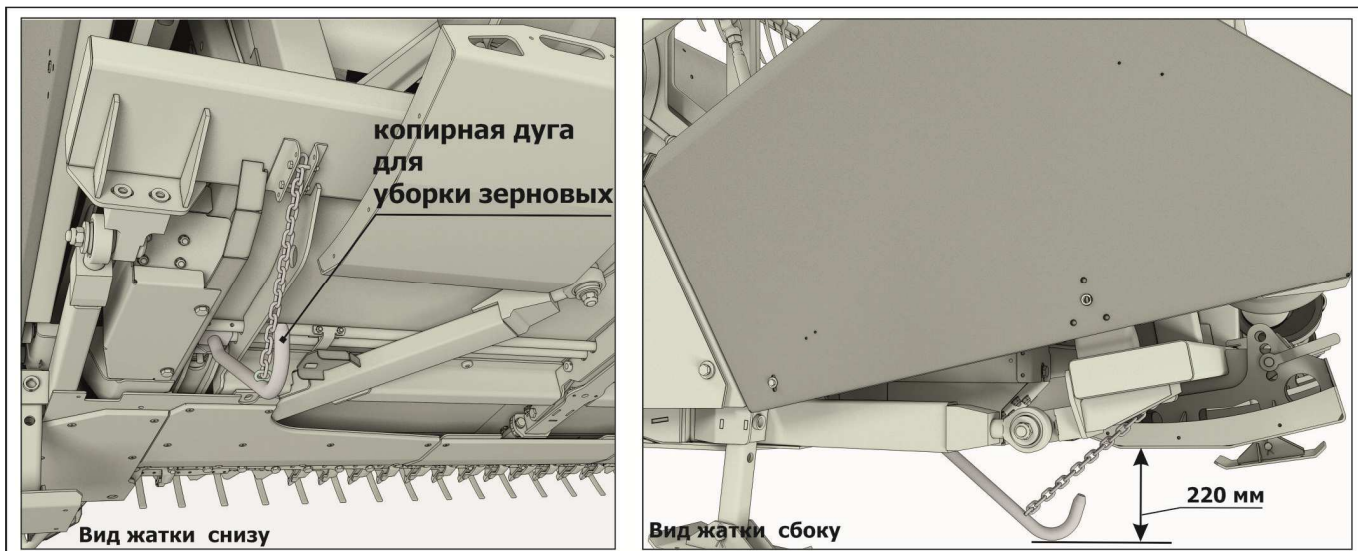

Рисунок 6.18 – Положение копирных дуг при уборке зерна в режиме «с жестким ножом»
4) поднять копирные дуги в крайнее верхнее положение и зафиксировать (рисунок 6.18).